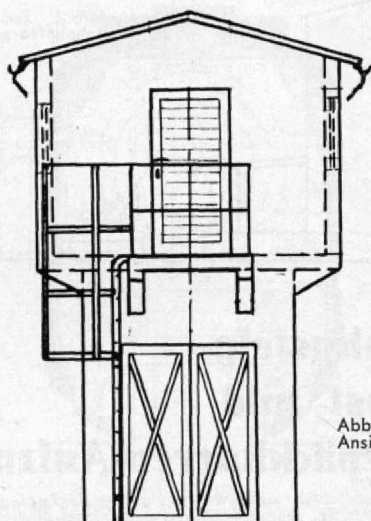

Abb. 4. Ansicht Y
4. Torfballen-Herstellung (Abb. 4)
Für die Anfertigung der in Abb. 4 deutlich sichtbaren Torfballen gab uns Herr Theodor Egger (der eine der beiden Modellbahner-Brüder und Feldbahn-Hersteller) folgenden Tip: Man nehme kleine Balsaholzstückchen (ca. 5 x 5 x 9 mm), tauche sie in Leim (Mowicoll), wälze sie in braunem Herpa-Streumaterial (Nr. 72 ackerbraun), umwicke sie mit feinstem Draht und beklebe die Kanten mit dünn geschnittenen Holz-(Furnier-)Streifen. Wie sagten wir oben? – Man braucht nur draufzukommen!